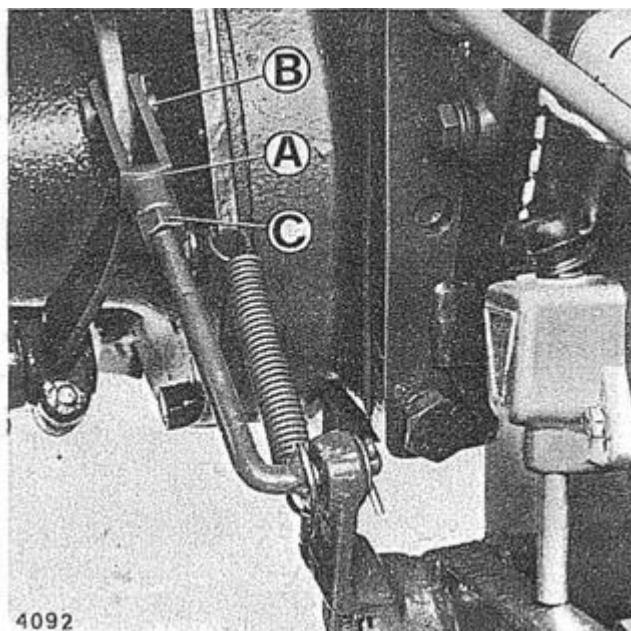

Figure 30 – Réglage du frein de service
- Détachez la fourche A (Fig. 30) du levier en enlevant la goupille B.